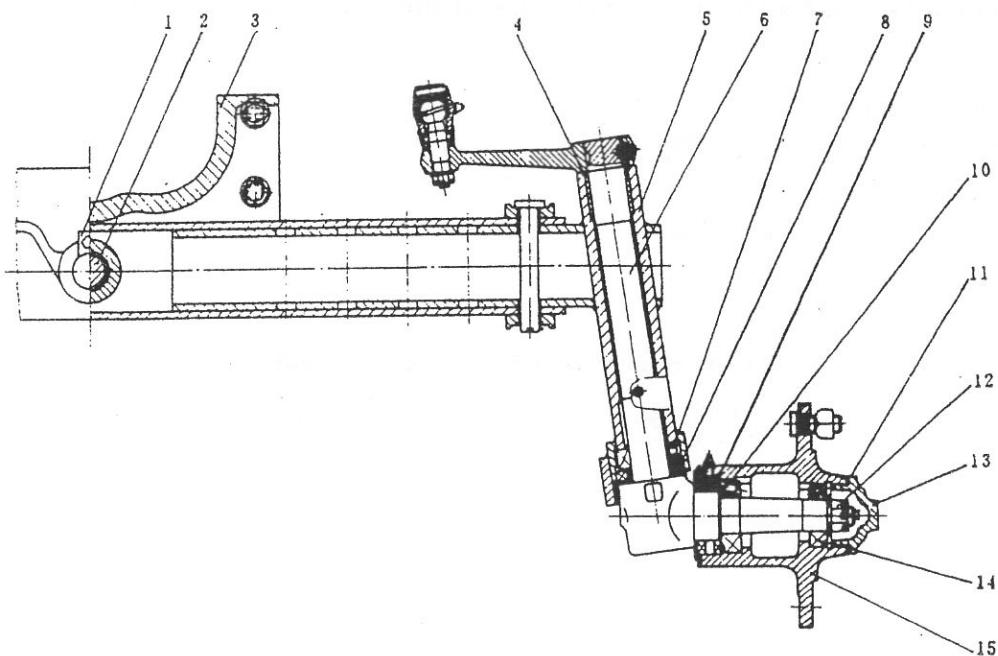

Fig. 3—16 Front axle assembly
C. The wheel tread (Fig. 3—17)